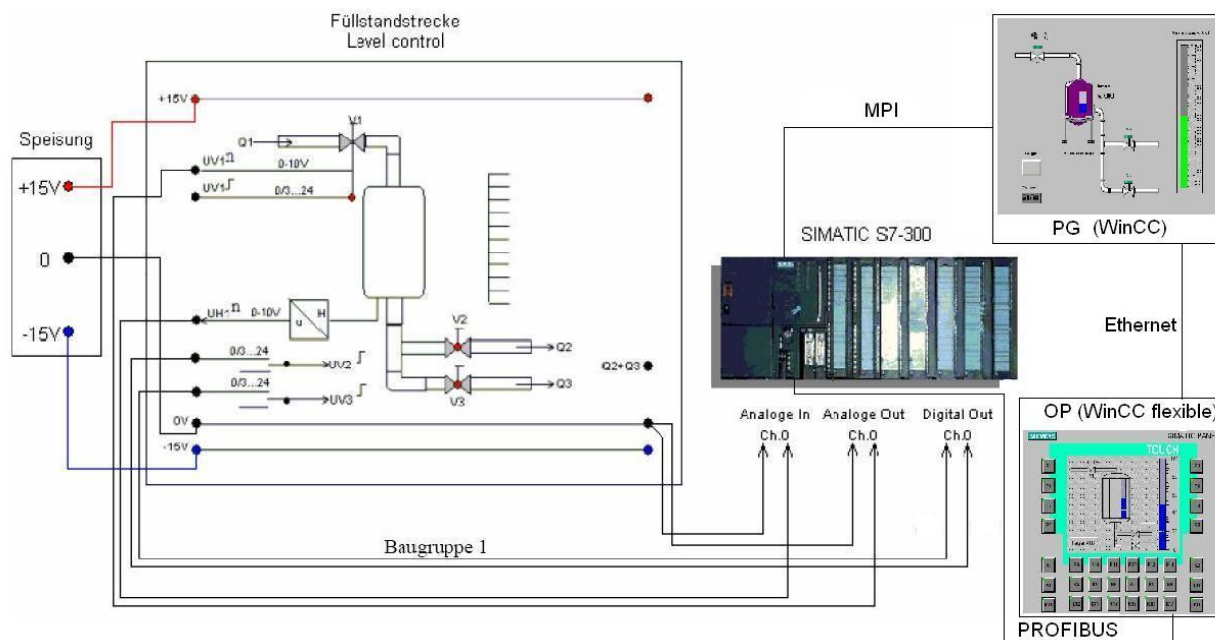

Рисунок 3.10 – З'єднання між лабораторним стендом та SIMATIC S7-300
- 2) З'єднати лабораторний стенд з SIMATIC S7-300, рис. 3.10